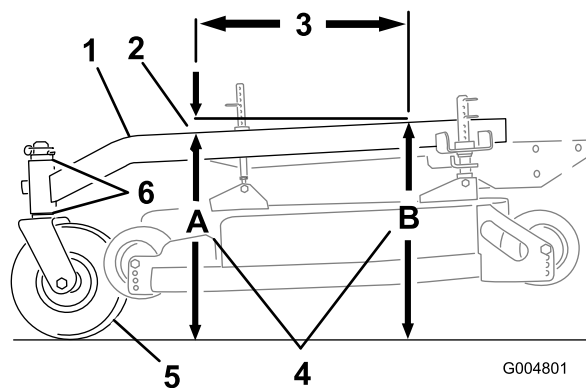

Figura 56
El bastidor de tiro debe tener una inclinación longitudinal de entre 3 mm y 9 mm a lo largo de 61 cm (Figura 56).
1. Mida 61 cm en el bastidor de tiro (Figura 56).
2. Mida la altura del bastidor de tiro en la posición **A** (Figura 56).
3. Mida la altura del bastidor de tiro en la posición **B** (Figura 56).
4. La altura en la posición **A** debe ser de 3-10 mm menor que la de la posición **B** (Figura 56).
5. Si la inclinación del bastidor de tiro no es la correcta, mueva los espaciadores de las ruedas giratorias para obtener una inclinación de 3-10 mm (Figura 56).